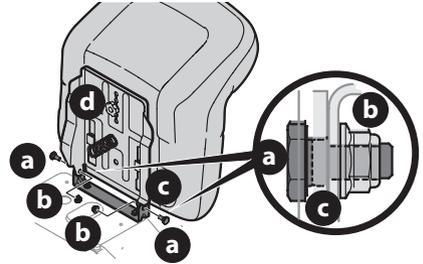

Figure 7
- Positionnez le siège sur le support de montage en alignant les trous aménagés (Figure 7).
- Fixez l'ensemble de siège avec les deux boulons à épaulement (a) et les contre-écrous (b) retirés précédemment (Figure 7).
- Pour régler la position du siège, retirez le bouton de réglage (d) qui se trouve sous le siège. Faites glisser le siège vers l'avant ou vers l'arrière comme désiré. Resserrez le bouton de réglage (Figure 7).